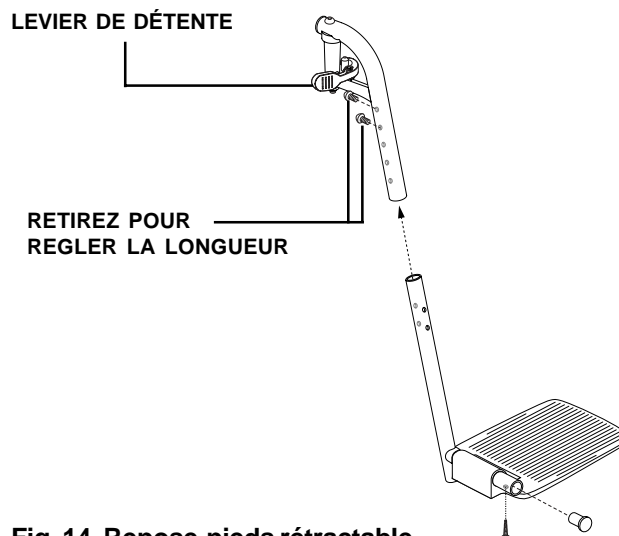

Fig. 14. Repose-pieds rétractable
1. Pesez sur le bouton de détente. Voir la figure 14.
1. A l'aide d'une clé hexagonale de 4-mm retirez la vis d'assemblage. Voir la figure 14.